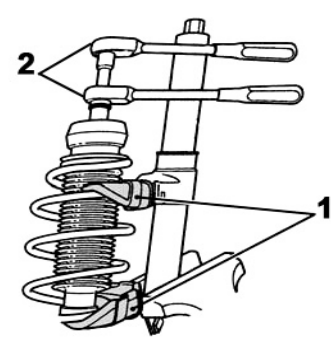
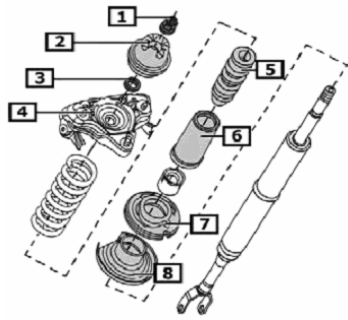

Fig. 3:
Fig. 4:
- **Fig. 3** Federbein in geeignete Haltevorrichtung klemmen.
- Federspanner (1) ansetzen. Feder spannen bis oberer Federteller frei beweglich ist.
- Kolbenstangenmutter mit Spezialwerkzeug (2) entfernen.
- **Fig. 4** Die Original Anbauteile (2 - 8) werden wiederverwendet.
- **Fig. 3** Clamp suspension strut in suitable holding device.
- Apply spring tensioner (1). Pre-tension spring until upper spring cap is freely movable.
- Use special tool (2) to remove piston rod nut.
- **Fig. 4** The original add-on parts (2-8) will be re-used.
- **Fig. 3** Insérer la jambe de force dans un dispositif de support approprié.
- Mettre en place le monte ressort (1). Tendre le ressort jusqu'à ce que la coupelle de ressort supérieure se meuve librement.
- Enlever l'écrou de la tige de piston avec un outil spécial (2).
- **Fig. 4** Réutiliser les composants d'origine (2 - 8).
- **Fig. 3** Aprisionar el amortiguador en un dispositivo de sujeción apropiado.
- Colocar el tensor de muelle (1). Tensar el muelle hasta que el plato de resorte superior pueda moverse libremente.
- Retirar la tuerca del eje del amortiguador con una herramienta especial (2).
- **Fig. 4** Las piezas adicionales originales (2 - 8) vuelven a emplearse.
- Fig. 4** Performance Federbein mit den Original Anbauteilen (2–8) und Performancefeder bestücken und neue Kolbenstangenmutter (1) mit Spezialwerkzeug festschrauben.
- Fig. 4** Assemble Performance suspension strut with the original add-on parts (2-8) and Performance spring; use a special tool to tighten new piston rod nut (1).
- Fig. 4** Monter la jambe de force Performance avec les composants d'origine (2 – 8) et le ressort Performance et visser solidement les nouveaux écrous de tige de piston (1) avec un outil spécial.
- Fig. 4** Colocar las piezas adicionales originales y el muelle Performance en el amortiguador Performance (2 – 8) y atornillar nuevas tuercas del eje del amortiguador (1) con una herramienta especial.